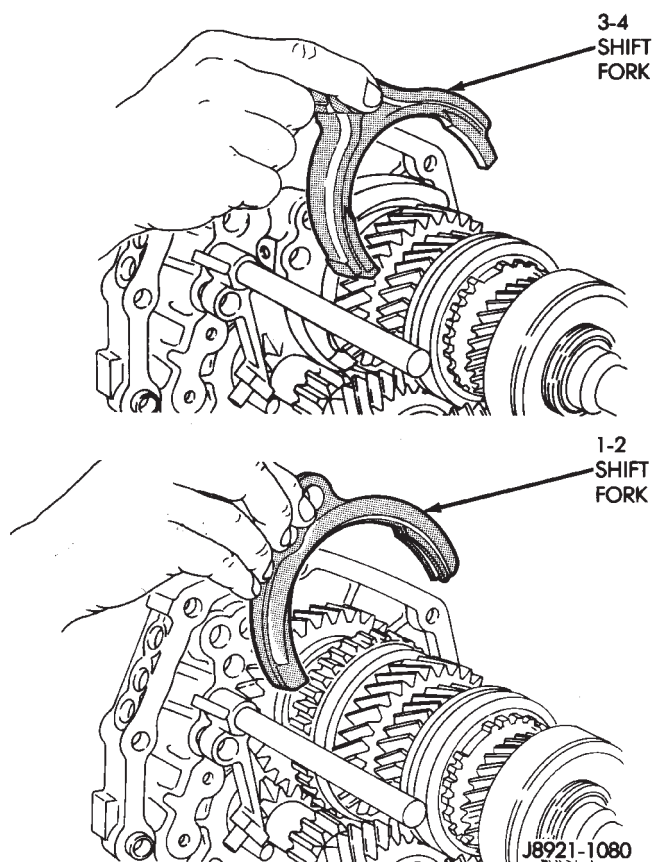

Fig. 73 Remove Shift Forks
(25) Remove the 3-4 shift fork (Fig. 73).
(29) Remove the 1-2 shift fork (Fig. 73).